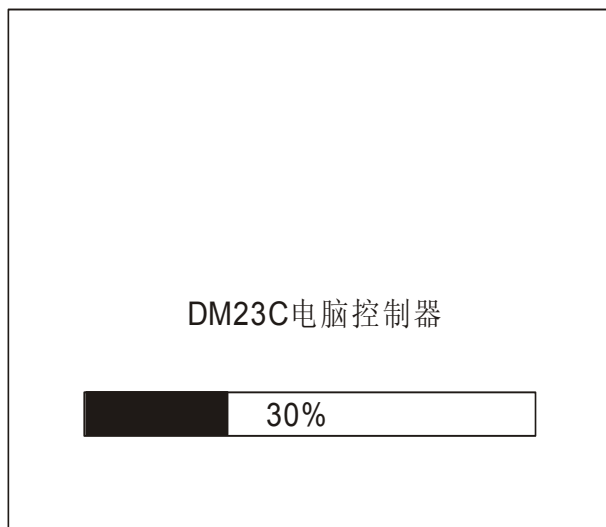

图 1
③ 开机界面时间为 10 秒。
④ 当 DM23C 没有连接 LY516A 时，10 秒后，系统会弹出一个提示框，如图 1 所示。请确认 LY516A 是否已上电并检查通讯线路，然后点击确定按钮。